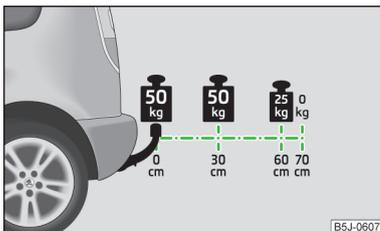

Fig. 129
**El resalto máximo permitido** de la cabeza esférica del dispositivo de enganche es **70 cm** » fig. 129.